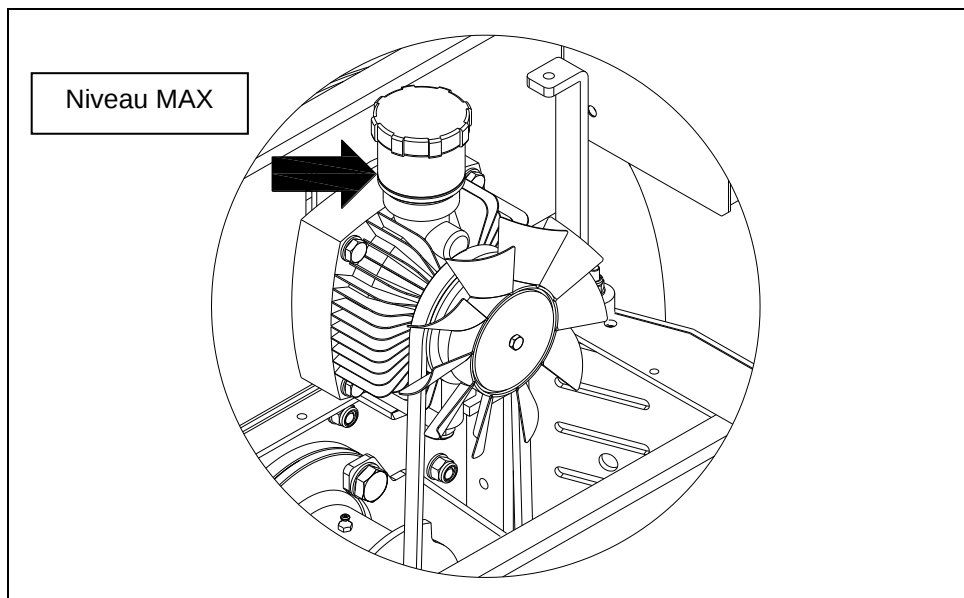

Fig. 32
- Remplacer l'huile épuisée par de l'huile neuve en respectant les caractéristiques indiquées ; atteindre le niveau indiqué sur le réservoir (fig. 32).
- Allumer la machine et la porter au régime de révolutions maximum ; purger la pompe pour éliminer complètement l'air présent dans l'installation (fig. 32).
- Allumer la machine et la porter au régime de révolutions maximum ; en cas de besoin, purger la pompe pour éliminer complètement l'air présent dans l'installation (fig. 32).